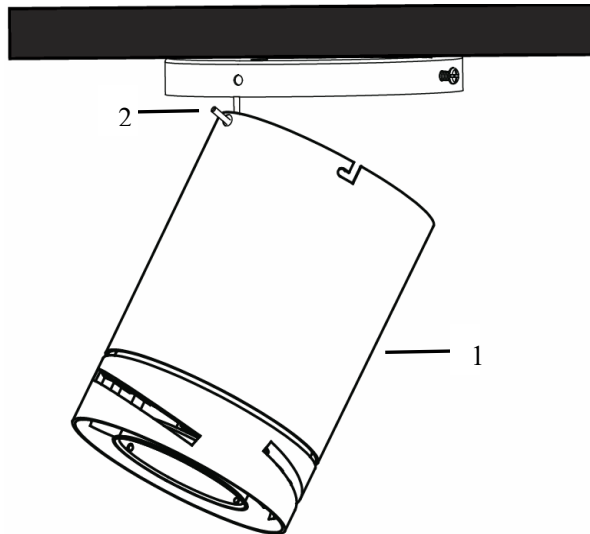

Fig. 3
- Alce el conjunto del ventilador (1) y móntelo en el soporte. Alce el conjunto del ventilador y cuélguelo en el gancho en «J» (2) del soporte de techo. (Fig. 3)